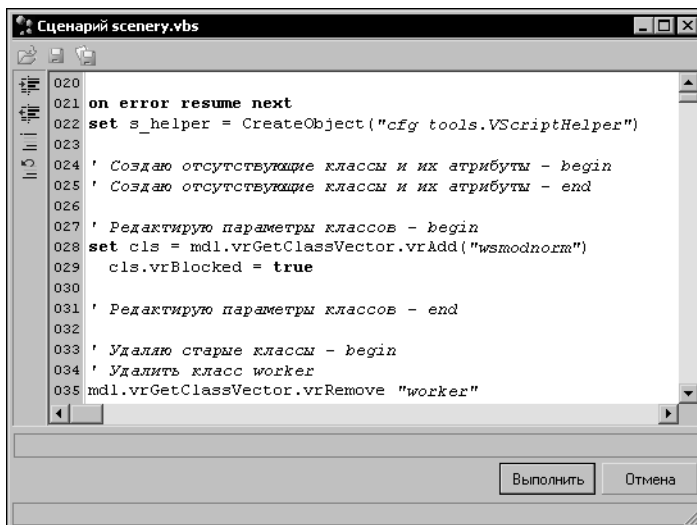

Рис. 17.13. Окно открытого сценария VB
2. Выполните команду **Сценарий — Выполнить**. В открывшемся окне найдите файл сценария (\*.vbs) и нажмите кнопку **Открыть** — выбранный сценарий откроется в отдельном окне (рис. 17.13).